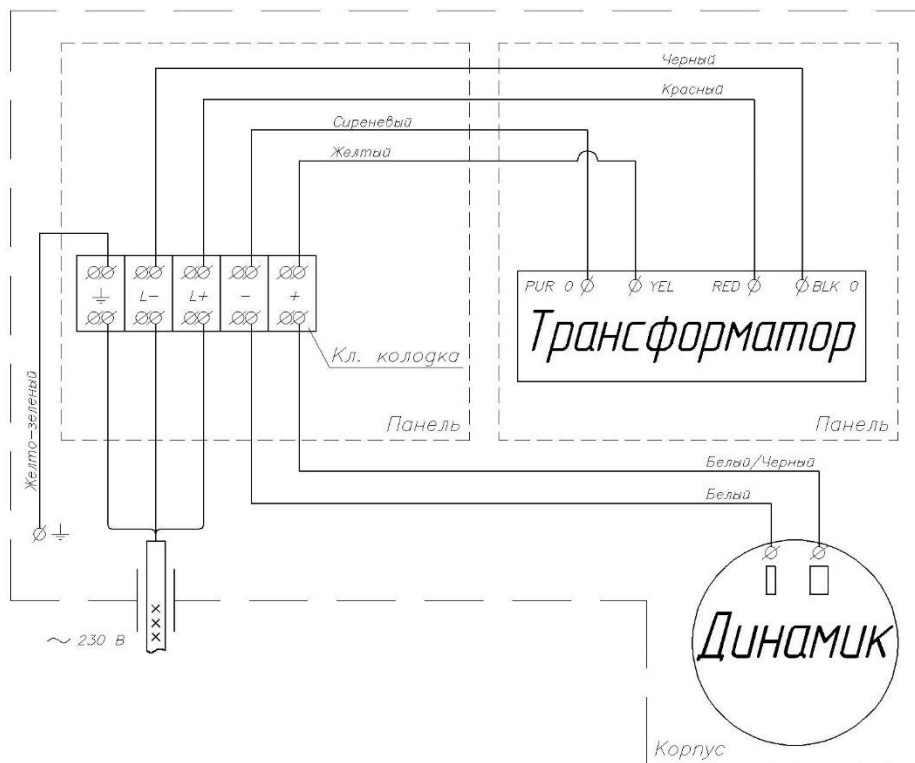

Рисунок 1. Схема подключения.
- 4.4 Питающий гибкий кабель КПСЭнг(А)-FRLS 2х2х1,5 (КПССнг(А)-FRLS 2х2х1,5) сечением жил 1,5 мм² с пропустить через шарнир 6 и сальник 5, ввести в корпус изделия и присоединить проводники к клеммным зажимам 17 согласно маркировке (см. рисунок 1); кабель зафиксировать скобой 17.
- 4.7 Завести переходник 10 в паз опоры 13. Расположить его горизонтально (см. рис. 1)